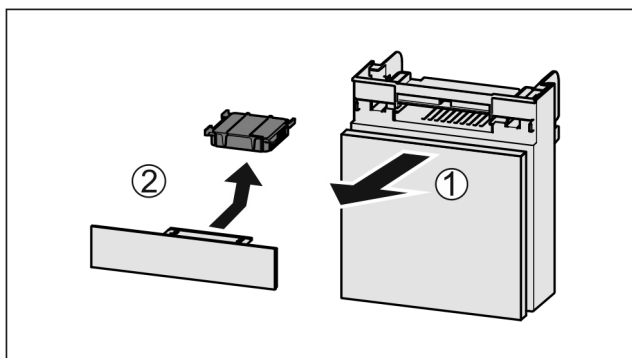

Fig. 236
- Extrageți Fig. 236 (1) compartimentul către înainte.
- Scoateți Fig. 236 (2) filtrul de cărbune activ.